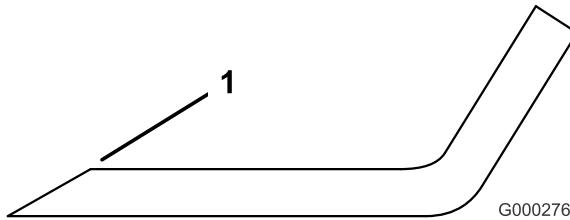

Bild 26
**Hinweis:** Schärfen Sie nur die Oberseite der Schnittkanten und behalten dabei den ursprünglichen Schnittwinkel bei, um die Schärfe des Messers zu gewährleisten (Bild 26). Das Schnittmesser behält seine Auswuchtung bei, wenn von beiden Schnittkanten die gleiche Materialmenge entfernt wird.